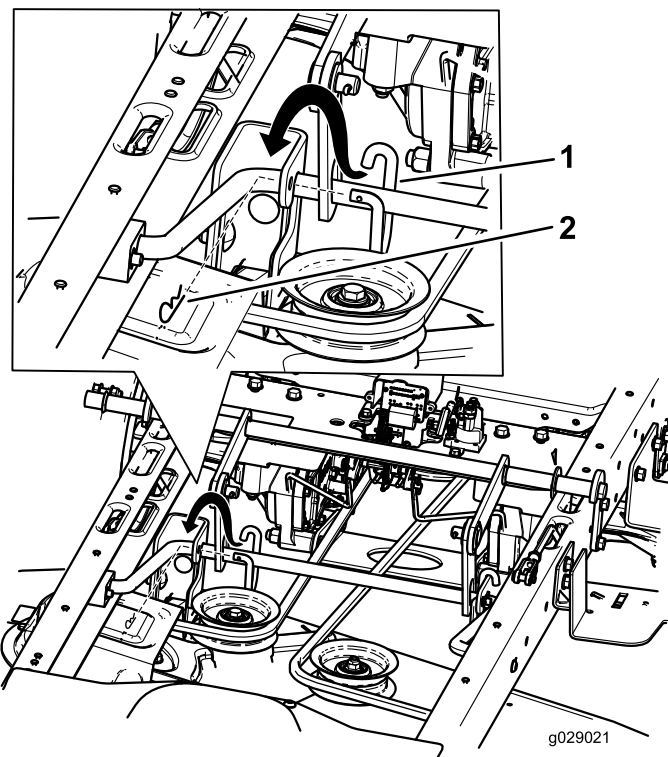
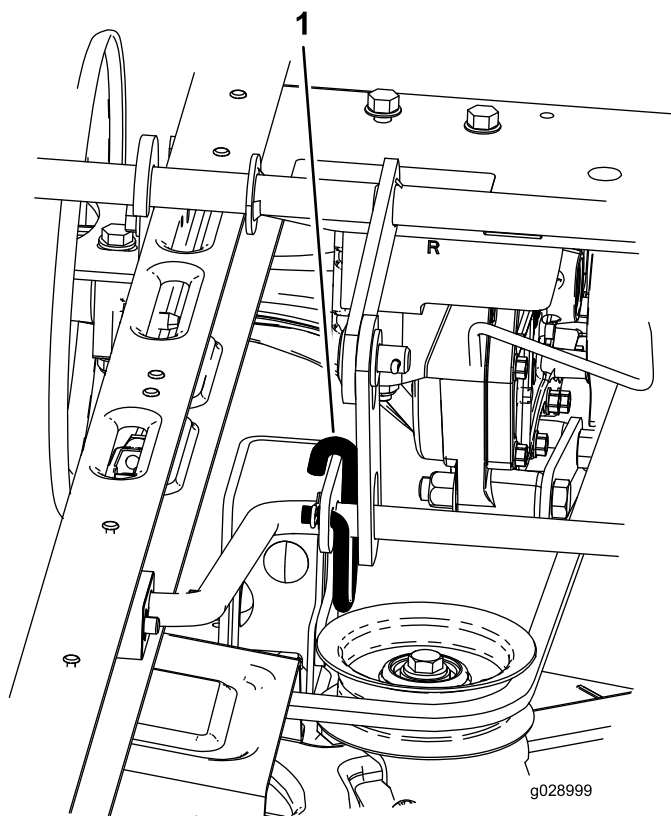

Figure 2
Figure 3
2. Montez les biellettes de maintien droite et gauche et fixez-les avec les goupilles fendues. Voir la Figure 2 et la Figure 3.
Remarque: Veillez à monter les biellettes entre le plateau de coupe et les supports du cadre, comme montré à la Figure 3.